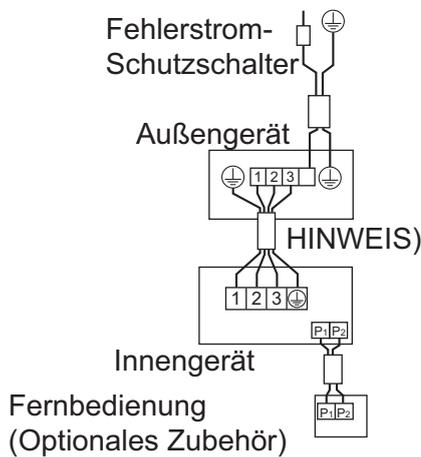

Abb. 25
- **Gepaarte Ausführung:** 1 Fernbedienung steuert 1 Innengerät (Standardsystem). (Siehe Abb. 25)